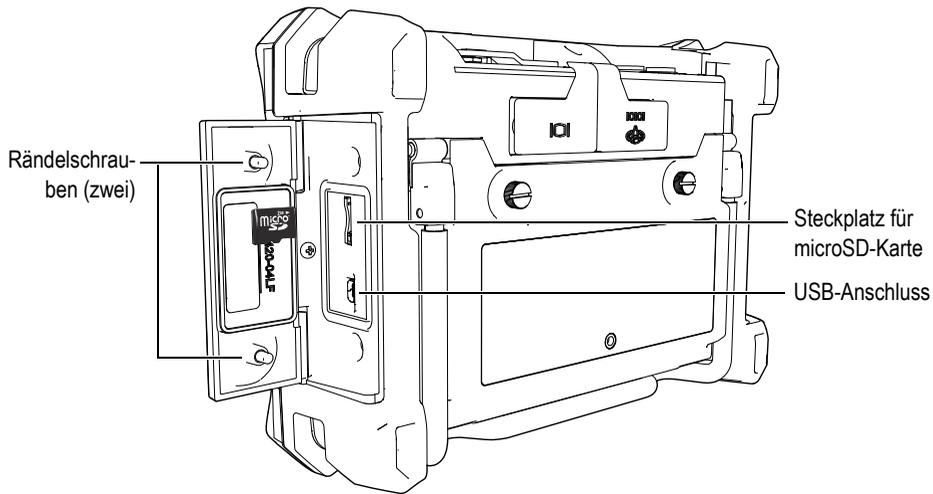

Abbildung 2-12 Einlegen der microSD-Karte
2. Lösen Sie die beiden Schrauben und öffnen Sie die seitliche E/A-Klappe am BondMaster 600 (siehe Abbildung 2-12 auf Seite 46).